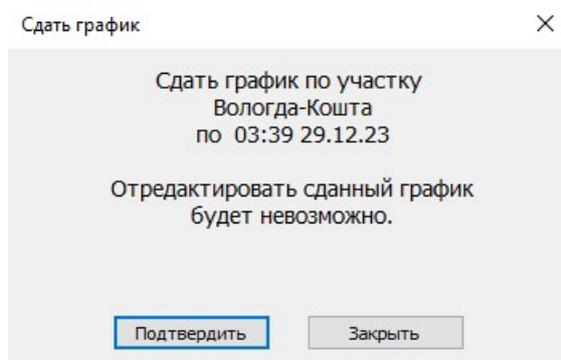

Рис.152. Окно окончательного подтверждения «Сдать график».
4. После выбора времени и нажатия кнопки «Подтвердить» появляется окно «Сдать график» с сообщением: «Отредактировать сданный график будет невозможно» (см. рис. 152).